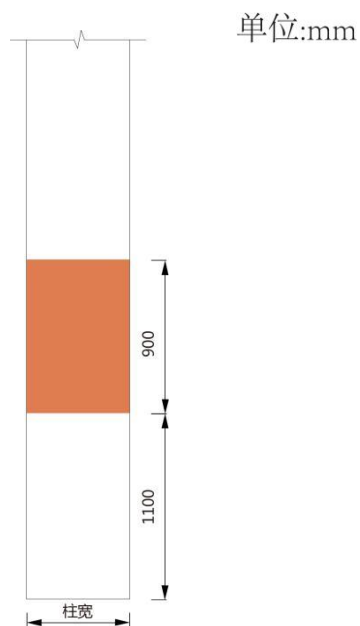

图 10 人防区域柱体标识样式及尺寸示例
4.6 人防区域柱体标识应涂刷色带，当涂刷有障碍物时，应避开障碍物。色带涂刷材料应为防霉涂料，颜色应为GB/T 18922-2008（颜色编码）1093 2.5YR6.5/9.6。柱体标识及尺寸示例见图10。